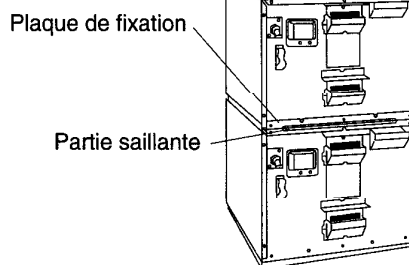

Fig. 2
4. Fixer et serrer les 5 vis (a) et la vis (b). (Fig. 2)